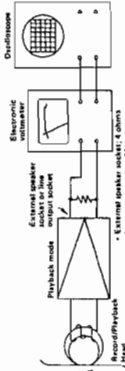

Figure 16-2
1. Make connection of instruments as shown in Fig. 16-2.
- Die Instrumente gemäß Abbildung 16-2 anschließen.
- Comme le montre la Figure 16-2, effectuer le raccordement des instruments.